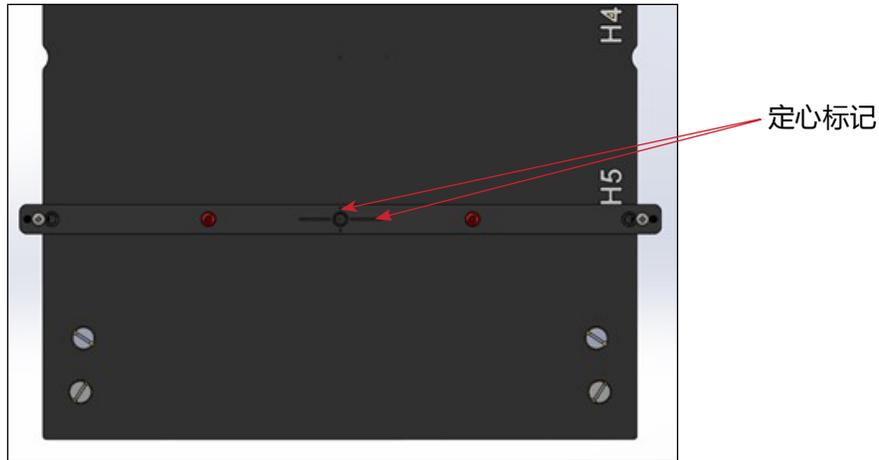

图 32
3. 使用 CT 激光对齐系统确定对齐光束射在定位杆的定心标记上(图 32)。